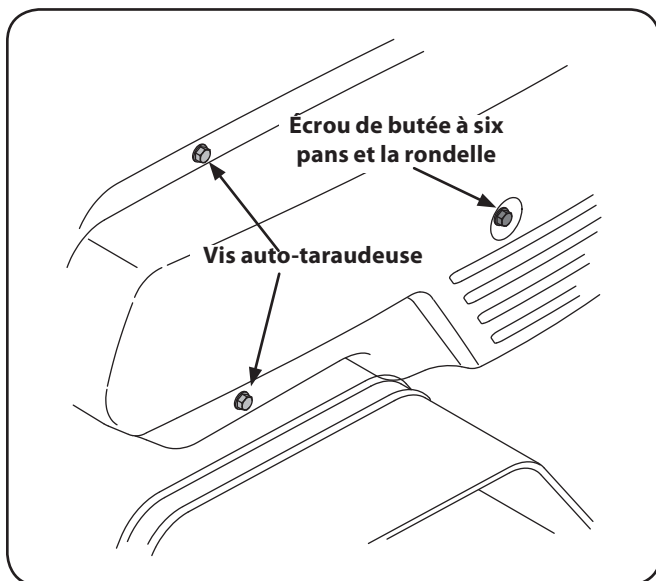

Fig. 7-1
2. Dégagez le couvre-courroie du côté gauche du motoculteur en retirant les deux vis auto-taraudeuses, l'écrou de butée à six pans et la rondelle. (Voir la Fig. 7-1.)